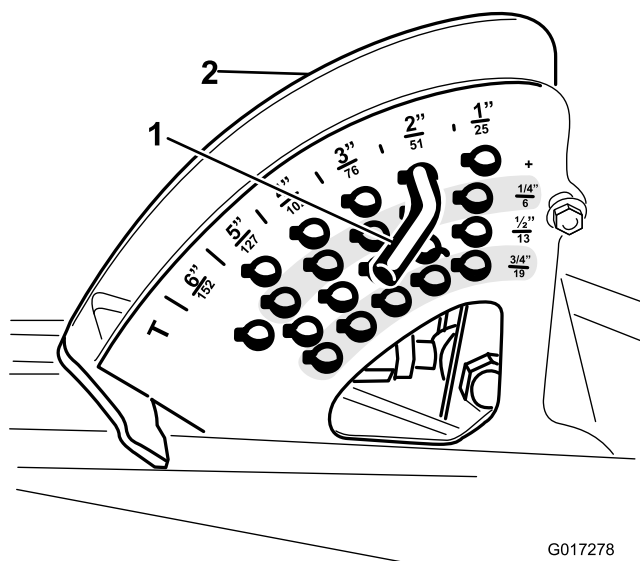

Bild 2
3. Merken Sie sich die Position des Schnitthöhenstifts in der Schnitthöhenhalterung (Bild 2) und nehmen Sie den Schnitthöhenstift aus der Schnitthöhenhalterung.